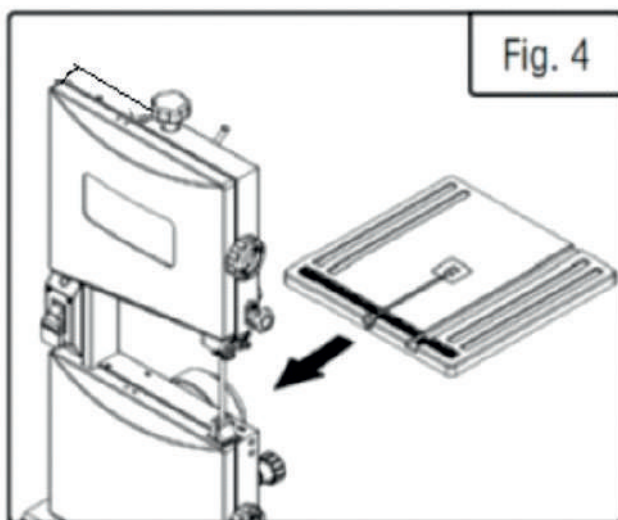
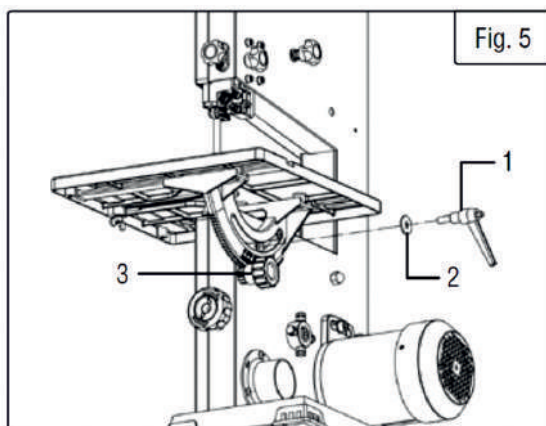

Рис. 4
Рис. 5
3. Снимите ручку фиксации угла наклона (Рис. 5–1) и шайбу (Рис. 5–2). Надвиньте стол на ленточно-пильный станок, убедившись, что пильное полотно остается в прорези стола (Рис. 4). Оттяните ручку регулировки угла (Рис. 5–3) и совместите зубья на кронштейне стола с зубцами на ручке регулировки угла. Отпустите ручку.
4. Установите на место ручку фиксации угла наклона и шайбу (Рис. 5).